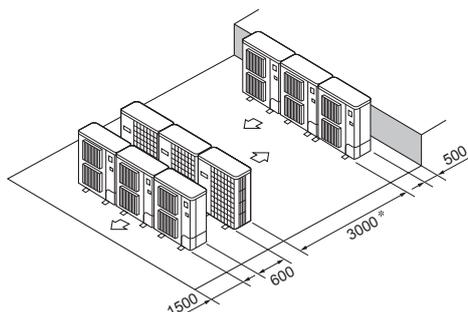

Fig. 2-13
- ⑥ Opstelling met meerdere parallele apparaten (Fig. 2-13)